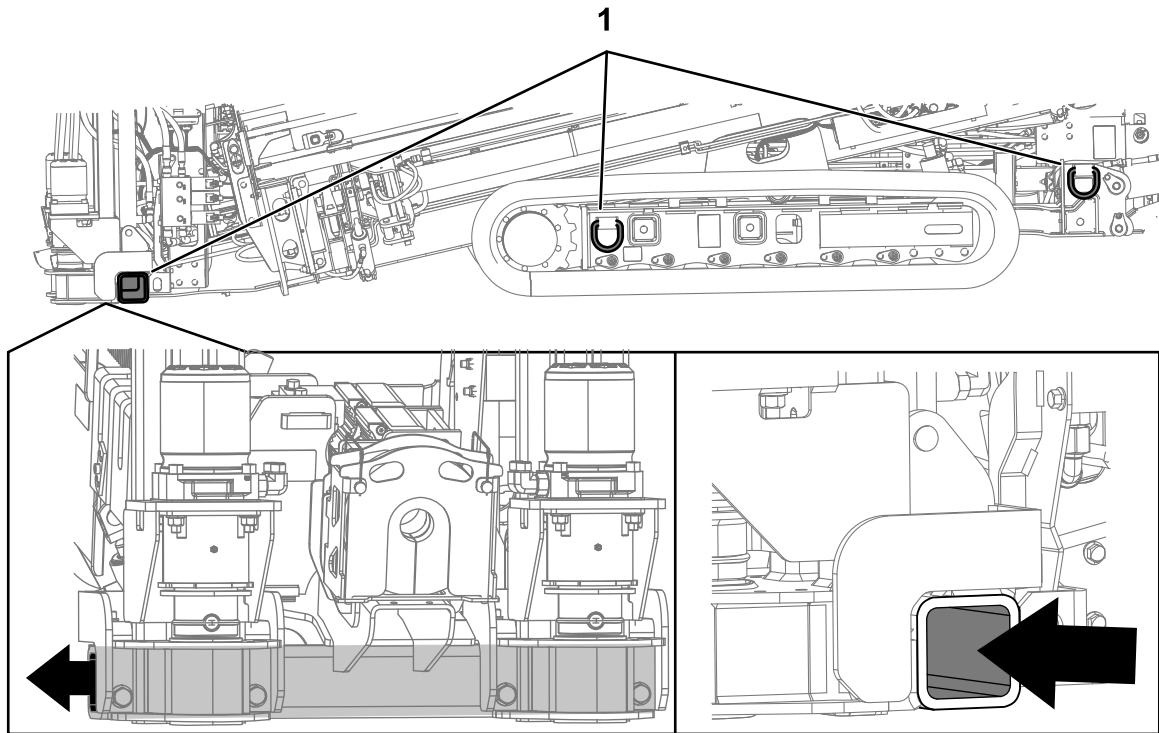

Figure 53
9. À l'aide de chaînes et d'attaches de capacité suffisante, accrochez les anneaux aux cadres des chenilles droite et gauche et dans le tube de la plaque d'ancrage sur la remorque (Figure 53).